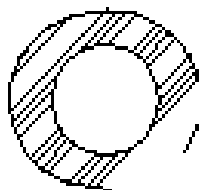

Рис.3 Штриховка незамкнутого контура
- 2) На рис.3 показан контур с разрывами в границе. Чтобы заштриховать области внутри контуров, *необходимо нажать кнопку* **Выбор объектов**, поскольку при поиске внутренней точки в незамкнутой границе на экран выводится предупреждающее окно **Ошибка определения контура** с сообщением «Не из чего создавать контур».